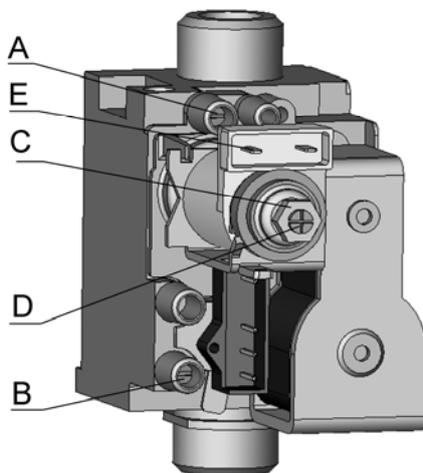

Рис.7
8.1.1. Выверните 4 винта крепления панели управления к облицовке и откиньте панель управления вниз, чтобы получить доступ к газовому блоку (рис. 7);
8.2.1. Выверните 4 винта крепления панели управления к облицовке и откиньте панель управления вниз, чтобы получить доступ к газовому блоку (рис. 7);